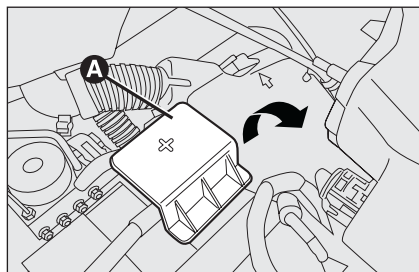

fig. 47
- ☐ quite la tapa **A**-fig. 47 de protección del polo positivo de la batería levantándolo hacia arriba;